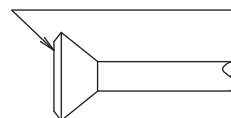

Bild 13
- Smörj flänsen (både invändigt och utvändigt) med eter- eller eterolja, rotera först tre eller fyra gånger och skruva sedan in flänsmuttern **(se bild 13)**